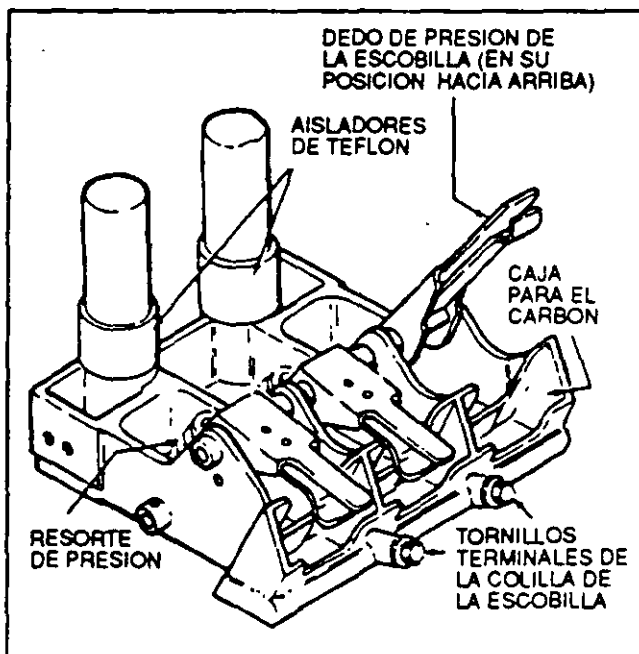

FIG. 28. ARREGLO DEL PORTAESCOBILLAS (MOTOR AF). E-27107-S
1. Remueva el tornillo de la terminal de la colilla de la escobilla para remover la escobilla del cuerpo del portaescobillas (Fig. 28).